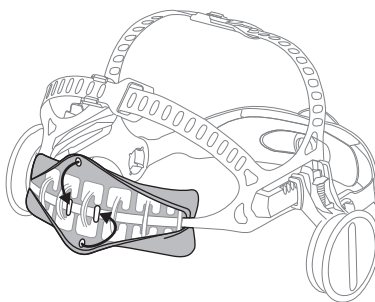

Fig. 18b
- c. Tira de los lazos de sujeción de la banda antisudor sobre los ganchos del retenedor para un ajuste seguro (Fig. 18b y 18c).